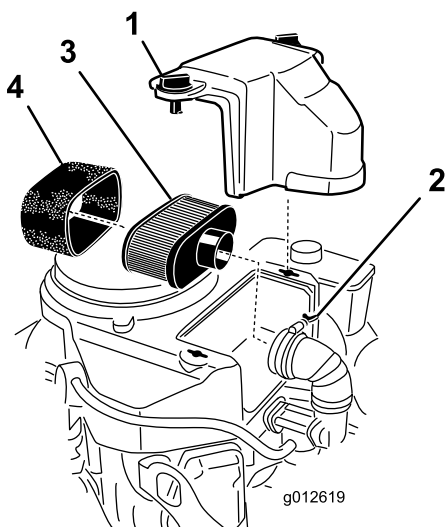

Figure 23
3. Nettoyez la surface autour du filtre à air pour éviter que des impuretés n'endommagent le moteur en tombant à l'intérieur (Figure 23).
4. Dévissez les boutons du couvercle et déposez le couvercle du filtre à air (Figure 23).
5. Dévissez le collier et déposez le filtre à air (Figure 23).
6. Sortez délicatement l'élément en mousse de l'élément en papier (Figure 23).
Important: Ne nettoyez pas l'élément en papier, remplacez-le (Figure 23).
1. Glissez délicatement l'élément en mousse sur l'élément en papier (Figure 23).
2. Posez le filtre à air complet sur sa base et fixez-le en place avec les 2 écrous à oreilles (Figure 23).
3. Mettez le couvercle du filtre en place et serrez le bouton (Figure 23).